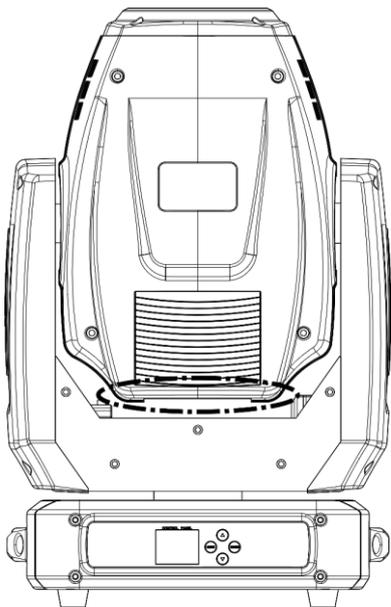

Fig. 03
- 02) Retire los 4 tornillos del alojamiento de la bombilla situado en la parte trasera de la cabeza móvil (Fig. 03).